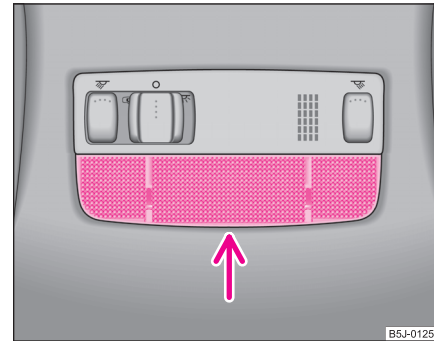

Abb. 188 Innenleuchte ausbauen
- Ziehen Sie die Streuscheibe (siehe Pfeil) nach unten vom Gehäuse ab ⇒ Abb. 188.